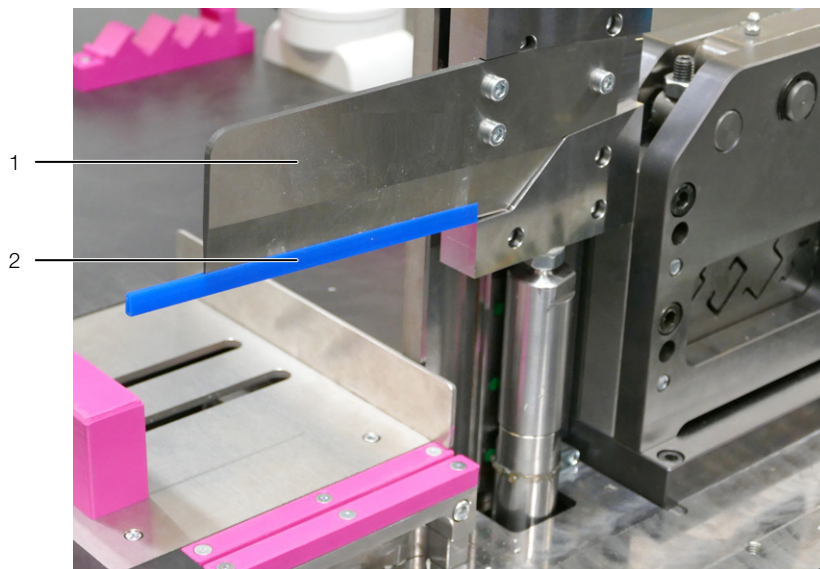

Fig. 36: Knivbeskyttelse
- Placer knivbeskyttelsen på kanalværktøjet (sml. fig. 36).